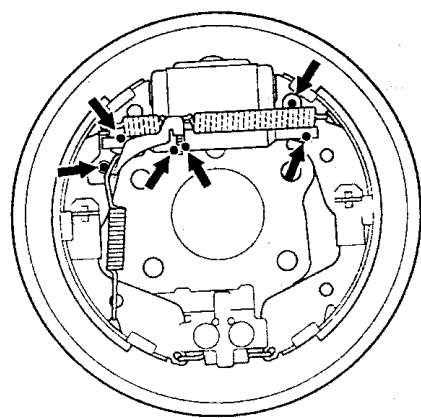

图 8-48 润滑点
3) 如图 8-48 所示，给滑动面涂上 Molykote44MA 润滑脂。擦干多余的润滑脂。不要让润滑脂接触制动衬片。